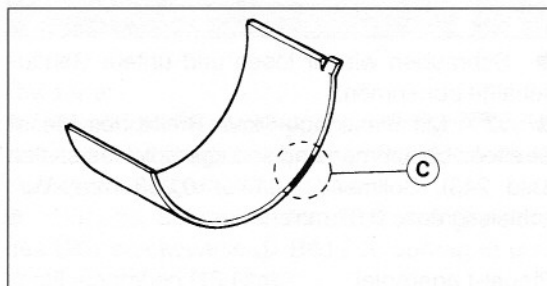

Bild 248
- Falls gemessenes Spiel zwischen 0,038 und 0,07 mm liegt, Lagerschalen gegen solche mit blauer Markierung an Stirnseite (Bild 248) tauschen.
- Falls gemessenes Spiel zwischen 0,059 und 0,10 mm liegt, Lagerschalen gegen solche mit schwarzer Markierung (Bild 248) tauschen.